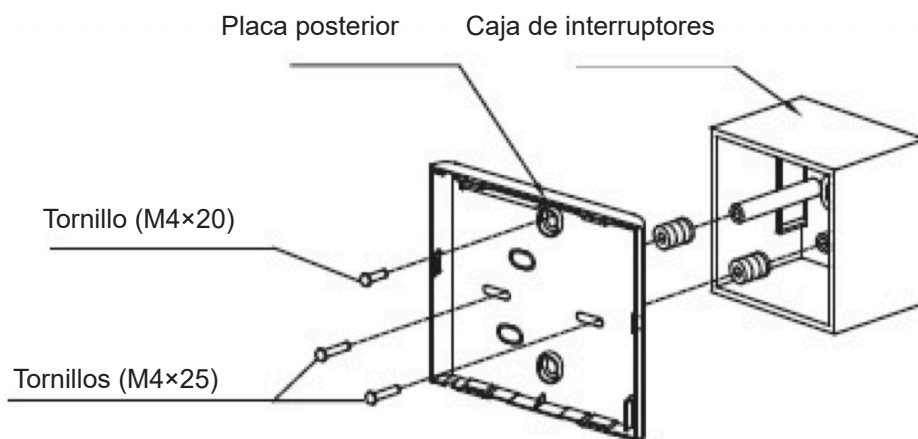

Fig. 3.6
- Para el montaje de la caja de conexiones, fijar la placa posterior en la caja de interruptores con 2 tornillos (M4x25) y fijarla en la pared con 1 tornillo (M4x20). (Fig.3-6)